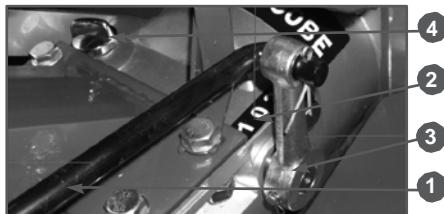

Рис. 13 Коробка передач мотоблока
Поместите Мотоблок на ровную поверхность и выкрутите крышкиущуп (4) масла заливной горловины на коробке передач (Рис. 13). Уровень масла должен быть по верхнюю метку на масляном щупе. Долейте масло, если уровень слишком низкий.
Номинальная скорость на колесах на первой передней передаче до 5 км/ч, на второй — до 10 км/ч. Номинальная грузоподъемность 450 кг. Расположение коробки передач указано на Рис. 13.